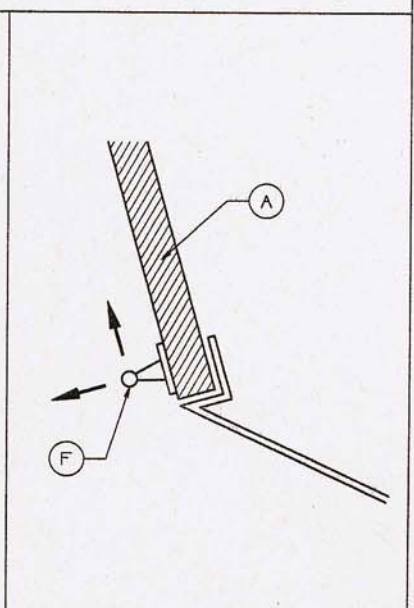
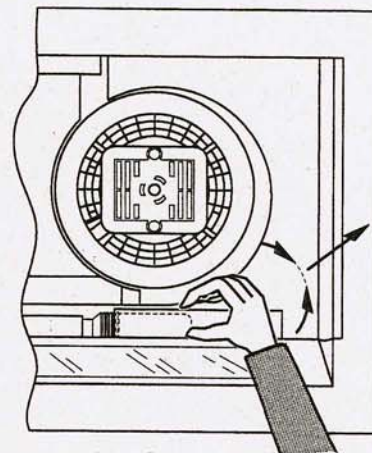

Fig. 6
Fig. 11
- 1º Sacar la parrilla A alzándola y tirando de las manillas F hasta liberarla (Fig. 6).
Sacar la parrilla A (Fig. 6) y extraer los reflectores de su asiento (Fig. 11), y después sustituir las bombillas y poner los reflectores en su asiento inicial.